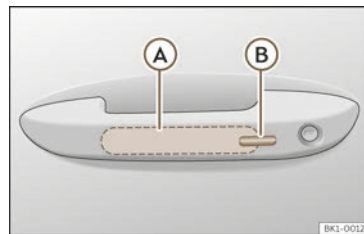

Abb. 76 Türgriff: Sensorflächen.
- Berühren Sie die Sensorfläche auf der Innenseite des Türgriffs >>> (Abb. 76) (A). Alle Blinker des Fahrzeugs blinken zweimal.
- Berühren Sie die auf der Außenseite des Türgriffs befindliche Sensorfläche >>> (Abb. 76) (B). Alle Blinker leuchten einmal auf.
- Berühren Sie innerhalb von 5 Sekunden einmal die auf der Außenseite des Türgriffs befindliche Sensorfläche >>> (Abb. 76) . Ergreifen Sie dabei nicht den Türgriff. Das Keyless Access-System ist jetzt vorübergehend deaktiviert.
Um mit der **Komfortfunktion** alle elektrischen Seitenfenster und das Glasdach zu schließen, lassen Sie einen Finger einige Sekunden auf der Sensorfläche für Verriegelung >>> (Abb. 76)  am Türgriff, bis die Seitenfenster und das Dach geschlossen sind.